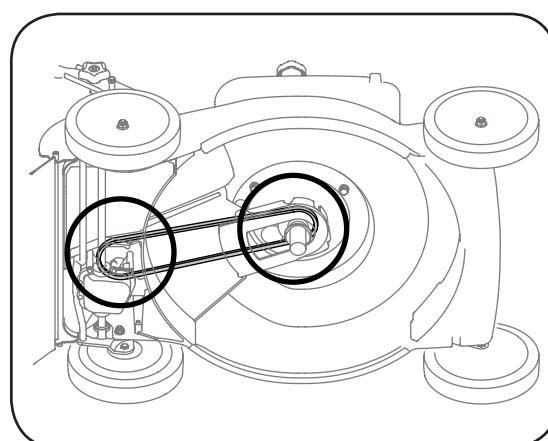

Figura 5-5: Quite la correa de la transmisión, luego del motor.
7. Una vez que la correa está fuera de la polea de transmisión, empuje sobre la tolva de la cubierta para acceder a la polea del motor y deslice la correa fuera de esta polea y fuera de la cubierta, Figura 5-5.
1. Enchufe el cargador de la batería dentro del orificio en la parte inferior del alojamiento de la batería, Figura 5-5.
2. Inserte la clavija del cargador de la batería en una salida residencial estándar de 120 voltios, Figura 5-5. Cargue la batería durante 8 a 10 horas antes del uso inicial. **No cargue por más de 12 horas.** La batería únicamente necesitará cargarse en el ajuste inicial y luego de que no se haya utilizado por períodos prolongados de tiempo.
Figura 5-5: Conecte el cargador dentro del conductor de la batería (1) y luego conecte el paquete del cargador en una salida residencial estándar de 120 voltios (2).